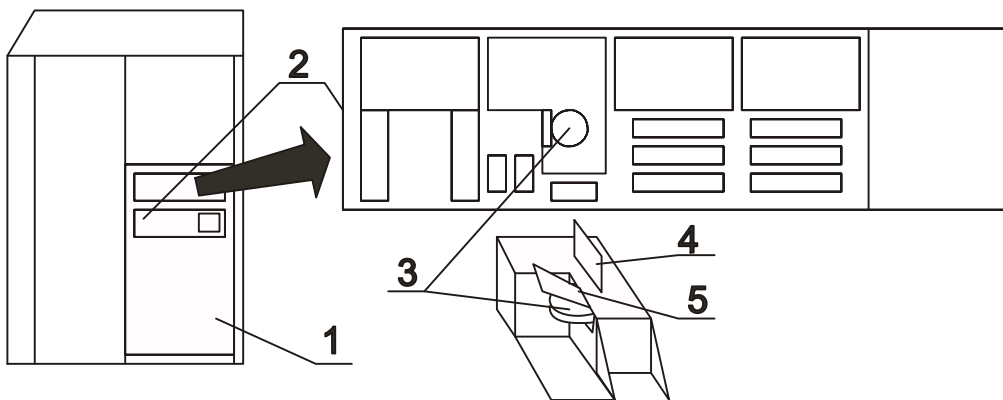

Fig. 5.5.5.A Sistema
El sistema de mando, Fig. 5.5.5.A está en el bastidor derecho de la máquina en su distribuidor eléctrico (1). El adelantado de los datos está realizado: 1 pieza de batería de litio, 3 V/950 mAh.